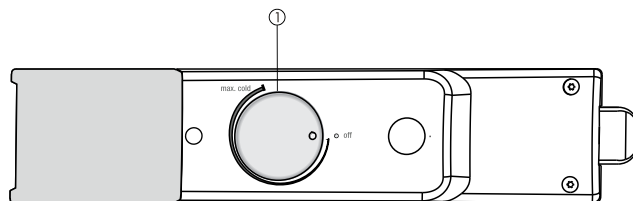

Fig. 2
- ▶ Поверните регулятор температуры Fig. 2 (1) по часовой стрелке к позиции средней точки температуры между положением **off** и **max cold**.